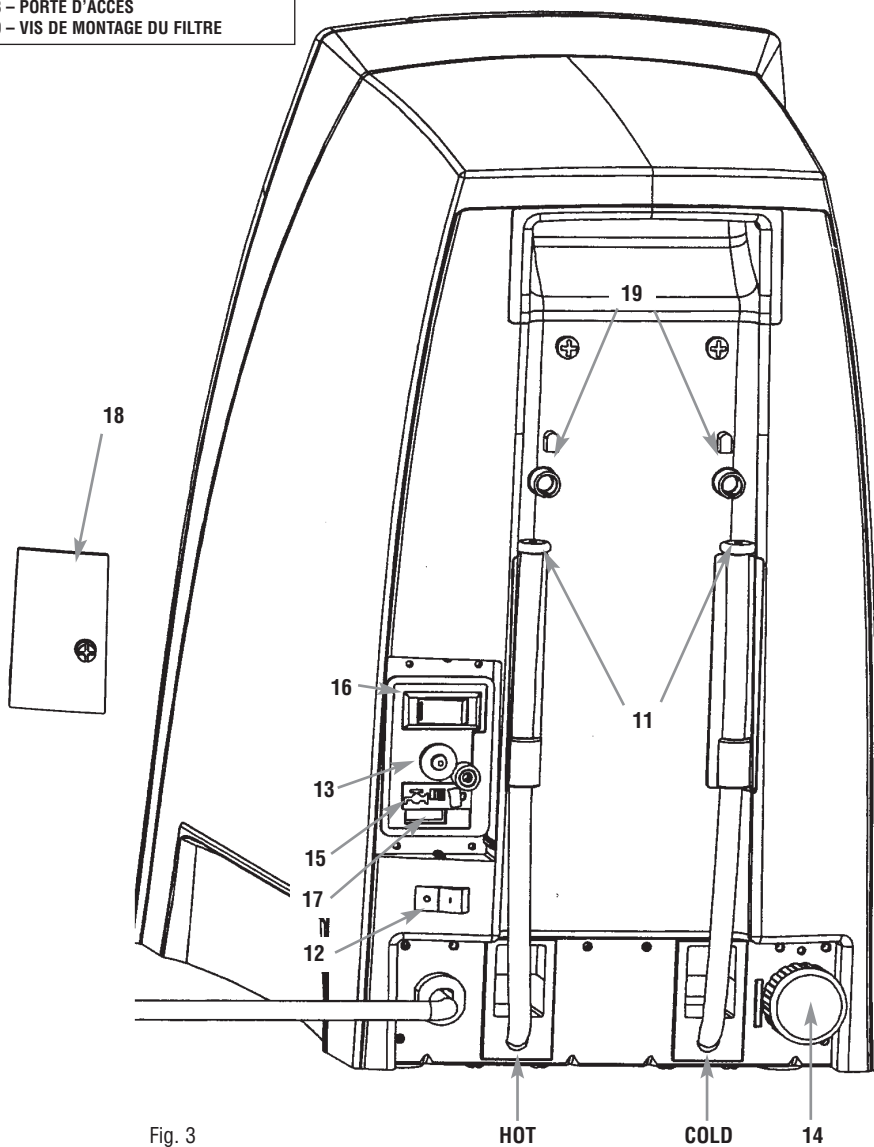

Fig. 3
1. Un filtre externe (KQ8A) peut être fixé à l'arrière de la cafetière à l'aide des vis de montage fournis à cet effet (pièce 19, fig.3).